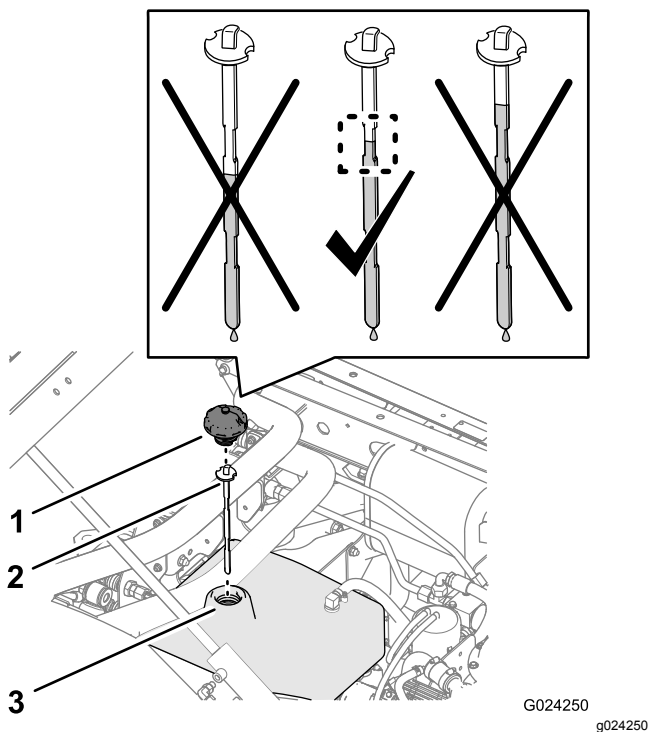

Figura 80
4. Pulite la zona intorno al collo del bocchettone e il tappo del serbatoio idraulico (Figura 79 e Figura 80).
5. Rimuovete il tappo e l'asta di livello dal collo del bocchettone del serbatoio e pulite l'asta con uno straccio (Figura 79 e Figura 80).
6. Inserite l'asta di livello nel collo del bocchettone, quindi estraetela e controllate il livello del fluido (Figura 79 e Figura 80).
7. Se il livello dell'olio è basso, aggiungete il fluido idraulico specificato nel serbatoio per aumentare il livello a metà dell'area con le tacche sull'asta (Figura 79 e Figura 80).
8. Montate l'asta di livello e il tappo sul bocchettone di riempimento del serbatoio (Figura 79 e Figura 80).